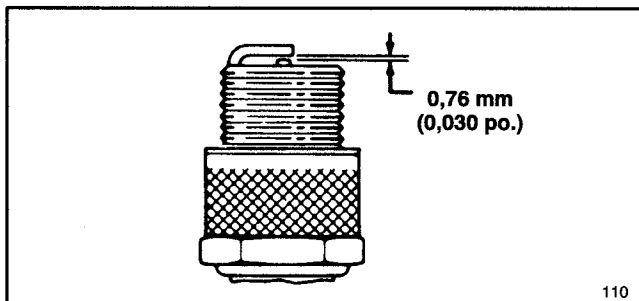

Figure 12
3. Régler l'écartement de l'électrode à 0,76 mm (0,030 pouce) (Fig. 12). Installer la bougie ainsi préparée et le joint d'étanchéité. Serre à un couple de 19 N·m (14 pieds-livres).